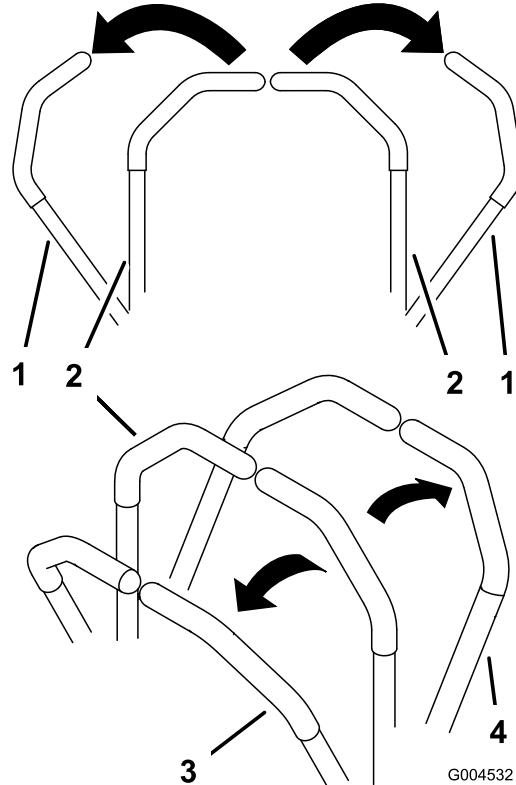

Figura 20
1. Desloque as alavancas de controlo do movimento (Figura 20) para fora para a posição de bloqueadas em ponto-morto.
- Para andar a direito para a frente empurre as alavancas de controlo do movimento para a frente (Figura 20).
- Para andar a direito para a frente puxe as alavancas de controlo do movimento para trás (Figura 20).
- Para ligar, desacelere a máquina puxando para trás ambas as alavancas e depois empurrando para a frente a alavanca do lado oposto daquele que quer virar (Figura 20).